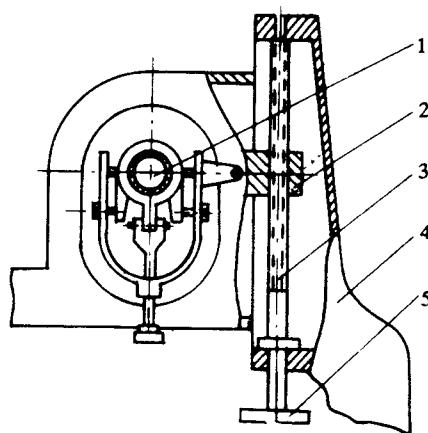

图 1-3 上锯轮升降装置
(4)上锯轮的升降装置和倾斜装置。上锯轮升降装置,见图1-3。上锯轮轴承座装在滑板上,滑板的导轨与机身侧面导轨相配合。当转动手轮5时,通过丝杆螺母机构使滑板沿机身侧面的导轨上下升降,实现调整两锯轮的中心距,以适应不同长度锯条的需要,也便于装卸锯条和调整锯条的张紧程度。